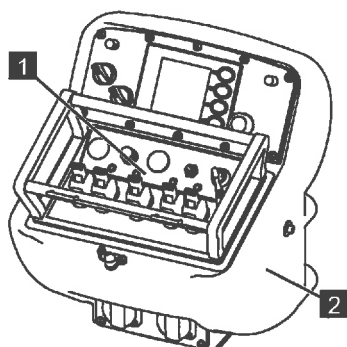

Abb. 138
4. Steuerung (Abb.138/1) in das Steuerpult (Abb.138/2) einstecken.